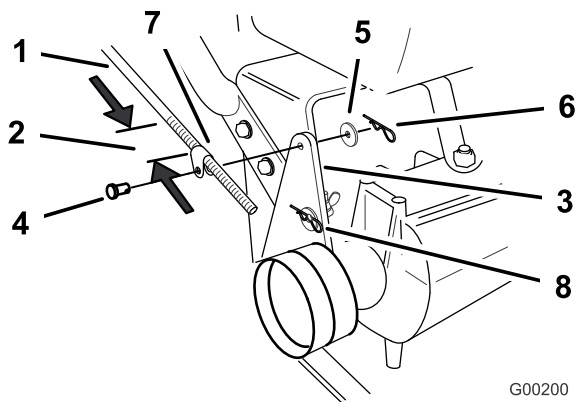

**Figure 8**
1. Montez les tiges de commande dans la barre de commande supérieure et la barre de commande des lames. Fixez les tiges de commande avec 2 goupilles fendues (Figure 8).